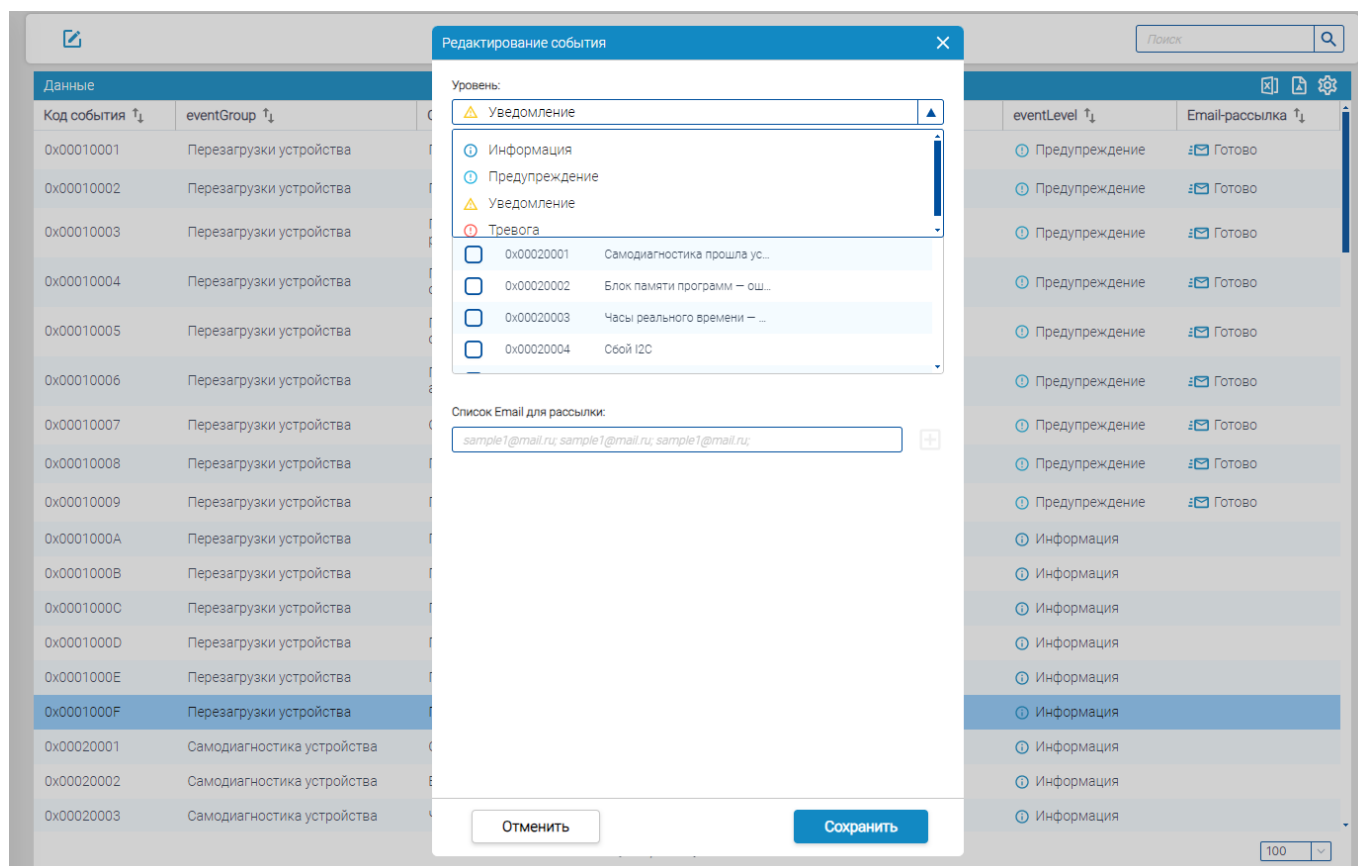

Рисунок 82 – Настройка уведомлений на электронную почту о произошедшем событии
Данная вкладка позволяет настроить для каждого произошедшего события в приборе учета соответствующий уровень (уведомление), а также настроить отправку информации о произошедших событиях на необходимый адрес (адреса) электронной почты (см. рисунок 82).
Для настройки уведомлений на электронную почту о произошедшем событии необходимо выбрать событие левой кнопкой мыши и нажать кнопку (1) (см. рисунок 82). Далее в открывшемся окне выбрать из раскрывающегося списка необходимый уровень события (2).